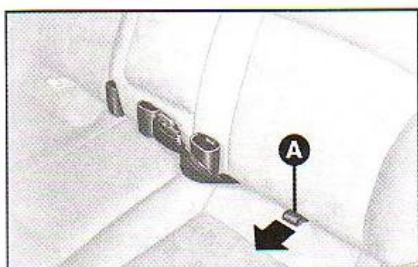

fig. 103
2) Bascular de 90° o assento, puxando a alça **A-fig. 103** para a frente.